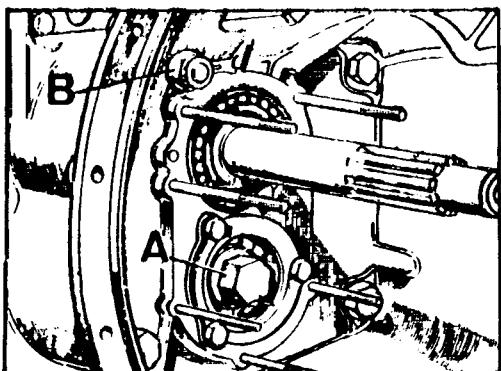

Fig. C-75 Elementos de fijación del cárter de embrague
- 1.8. Seleccionar cualquier velocidad y extraer el tornillo, A, y arandela (Fig. C-75) de fijación del eje intermedio de la caja de velocidades.
- 1.9. Desmontar los elementos de fijación, B, del cárter de embrague al cárter de la caja de velocidades (Fig. C-75).